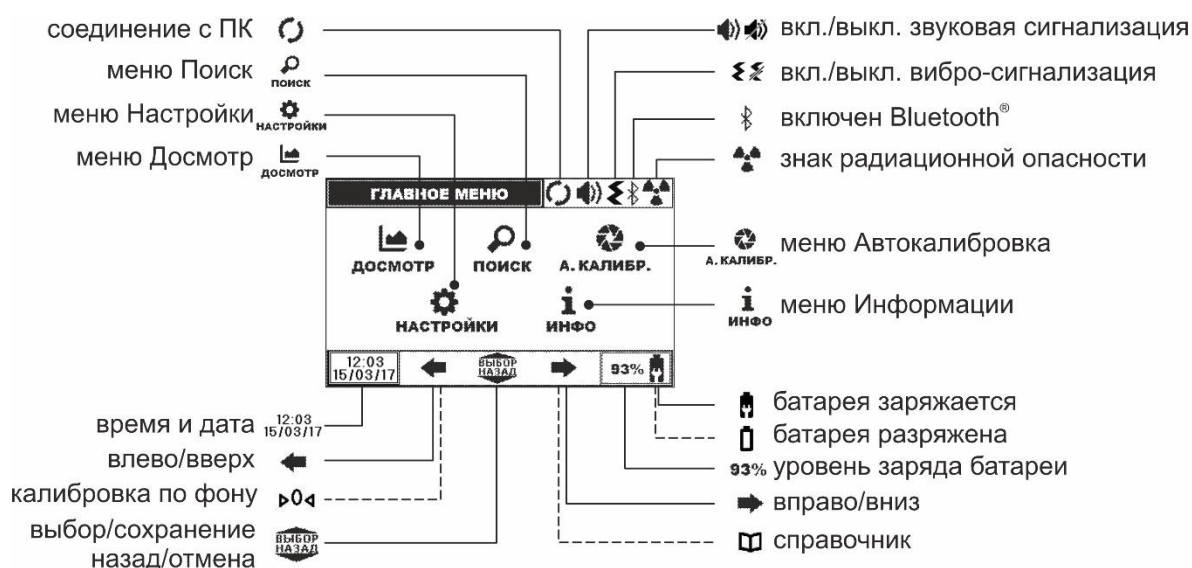

Рисунок 2.6 – ЖКИ прибора и назначение пиктограмм главного меню
**2.2.2.3.5 Для удобства исследования различных объектов** (например, обшивка автомобиля, шина) в режиме досмотра есть справочник  опорных фонов (рисунок 2.6), в котором каждому опорному фону соответствует определенное значение средней скорости счета импульсов. Производитель заносит в справочник  набор опорных фонов (16 шт.). Пользователю необходимо самостоятельно, вместо заложенных опорных фонов, сохранить (2.2.2.3.8) и переименовать с помощью пользовательского ПО используемые им опорные фоны.